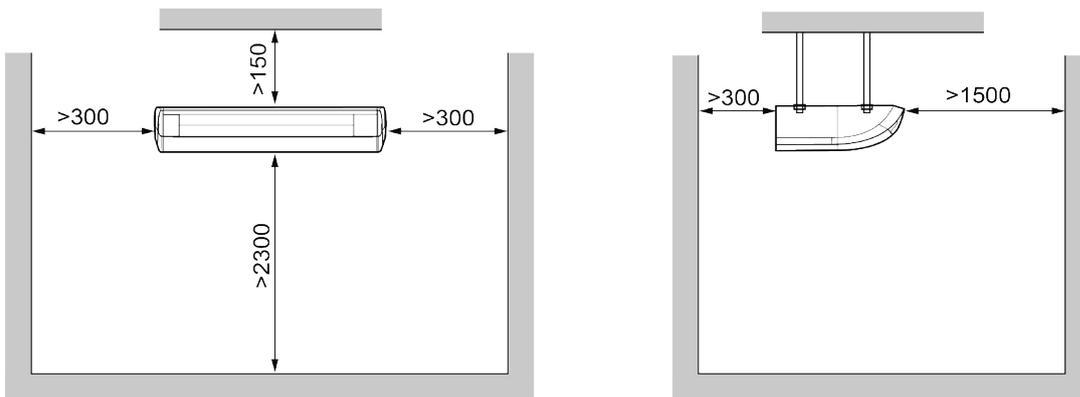

Fig.3.2
- ① L'emplacement doit pouvoir supporter le poids de l'unité.
- ② L'eau peut être évacuée facilement du tuyau d'évacuation.
- ③ Il ne doit y avoir aucun obstacle près de l'entrée et de la sortie d'air.
- ④ Respectez la distance d'installation requise dans la Fig.3.2 ci-dessous pour assurer un espace suffisant pour l'entretien.
- ⑤ L'emplacement d'installation doit être éloigné des sources de chaleur, des gaz inflammables ou explosifs, ou du smog répandu dans l'air.
- ⑥ L'unité intérieure, l'unité extérieure, le cordon d'alimentation et le fil électrique de connexion doivent être à au moins 1 m de la télévision et de la radio afin d'éviter les interférences et le bruit. (Même si une distance de 1 m est assurée, il peut y avoir du bruit si l'onde électrique est trop forte.)